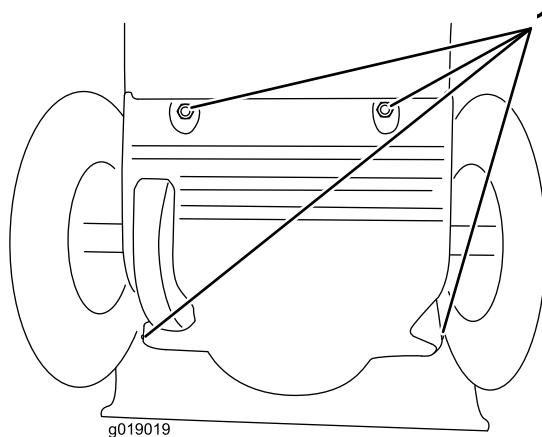

**Рисунок 32**
1. Очистите поверхность вокруг пробки для слива масла (Рисунок 32).